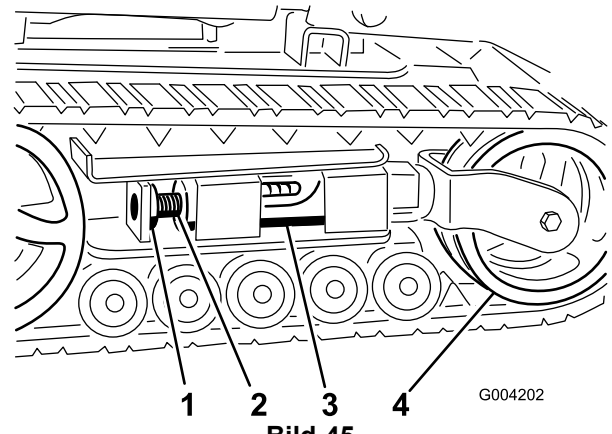
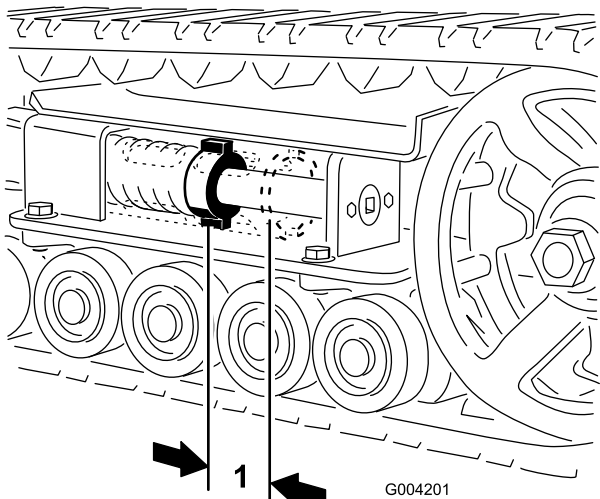
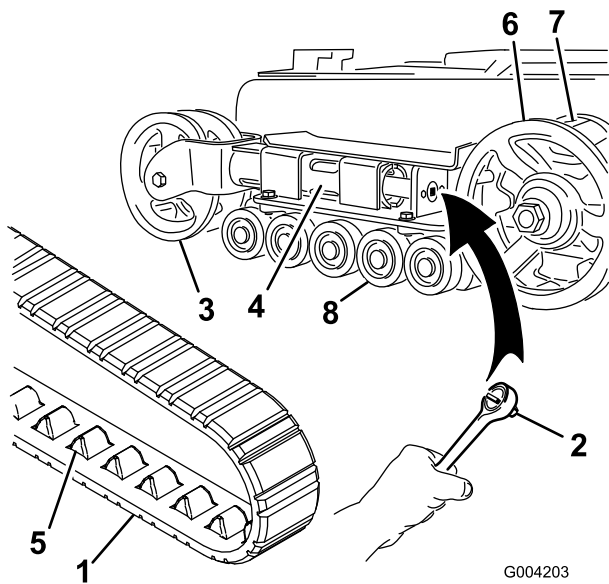
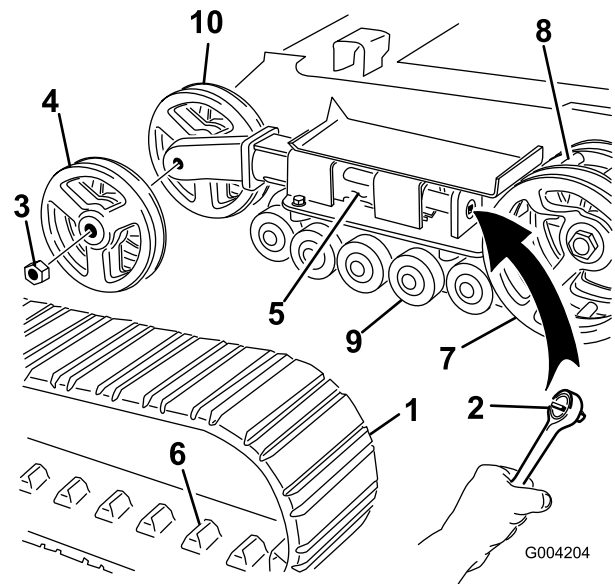

Bild 45
Bild 44
Bild 46
Bild 47
Zwischen der Spannungsmutter und der Rückseite des Spannschraubs sollte ein Abstand von 7 cm sein (Bild 44). Stellen Sie ansonsten die Kettenspannung wie folgt ein:
3. Entfernen Sie die Befestigungsschraube und Mutter (Bild 45).
4. Drehen Sie die Spannschraube mit einem Sechskantschlüssel (1/2 Zoll) (Bild 46) nach links, bis der Abstand zwischen der Spannmutter und der Rückseite des Spannschraubs 7 cm beträgt (Bild 44).
5. Richten Sie die am nächsten liegende Kerbe in der Spannschraube mit dem Loch der Befestigungsschraube aus und befestigen Sie die Schraube mit der Befestigungsschraube und Mutter (Bild 45).
4. Lösen Sie die Antriebsspannung mit einem Sechskantschlüssel (1/2 Zoll), indem Sie die Spannschraube nach rechts drehen (Bild 45 und Bild 46).
5. Drücken Sie das Spannräder zur Rückseite der Maschine, um den Abzweigschlauch gegen den Rahmen zu bewegen (Bild 46). (Wenn es den Rahmen nicht berührt, drehen Sie die Spannschraube so lange, bis es funktioniert.)
7. Wenn Sie die Kette vom Spannräder entfernt haben, entfernen Sie sie auch vom Antriebsrad und den Straßenrädern (Bild 46).
8. Legen Sie die neue Kette, beginnend beim Antriebsrad, um den Wirbel und stellen Sie sicher, dass die Stollen an der Kette zwischen die Distanzstücke auf dem Wirbel passen (Bild 46).
9. Drücken Sie die Kette unter und zwischen die Straßenrädern (Bild 46).
11. Drehen Sie die Spannschraube nach links, bis der Abstand zwischen der Spannmutter und der Rückseite des Abzweigschlauchs 7 cm beträgt (Bild 44).
4. Lösen Sie die Antriebsspannung mit einem Sechskantschlüssel (1/2 Zoll), indem Sie die Spannschraube nach rechts drehen (Bild 45 und Bild 47).
5. Drücken Sie das Spannräder zur Rückseite der Maschine, um den Druckschlauch gegen den Rahmen zu bewegen (Bild 47). (Wenn es den Rahmen nicht berührt, drehen Sie die Spannschraube so lange, bis es funktioniert.)
6. Nehmen Sie die Mutter ab, mit der das äußere Spannräder befestigt ist. Nehmen Sie das Rad ab (Bild 47).
7. Nehmen Sie die Kette ab (Bild 47).
8. Nehmen Sie die Mutter ab, mit der das innere Spannrads befestigt ist. Nehmen Sie das Rad ab (Bild 47).
12. Setzen Sie das innere Spannrads ein und befestigen Sie es mit der vorher abgenommenen Mutter (Bild 47).
14. Montieren Sie die neue Kette. Achten Sie darauf, dass die Stollen in der Kette zwischen die Distanzstücke in der Mitte des Antriebsrads passen (Bild 47).
15. Setzen Sie das äußere Spannrads ein und befestigen Sie es mit der vorher abgenommenen Mutter (Bild 47).
17. Drehen Sie die Spannschraube nach rechts, bis der Abstand zwischen der Spannmutter und der Rückseite des Abzweigschlauchs 7 cm beträgt (Bild 44).